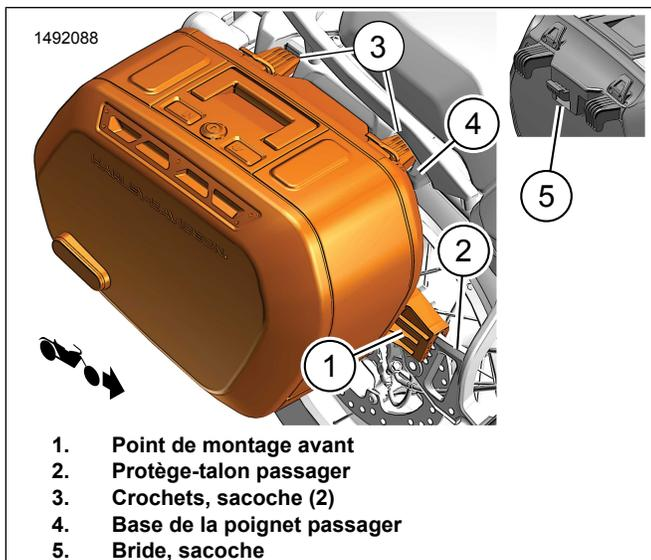

Figure 7. Pose de la sacoche
7. Figure 7 Installer le point de montage avant (1) sur le protège-talon passager (2).
8. Figure 7 Insérer les crochets (3) sur la base de la poignée passager (4).
9. Figure 7 Fermer les brides de la sacoche (5) pour verrouiller la sacoche à la base de la poignée passager (4).